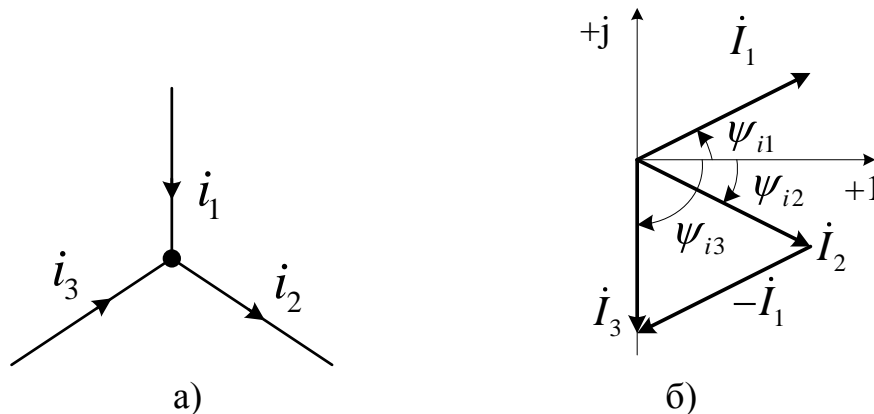

Рис. 2.3
**Пример 2.2.** Определить мгновенное, амплитудное и действующее значение тока  $i_3$  (рис. 2.3,а), если заданы  $I_{m1} = I_{m2} = 5\sqrt{2} \text{ A}$ ,  $\psi_{i1} = 30^\circ$ ,  $\psi_{i2} = -30^\circ$ . Построить векторную диаграмму токов.
На рис.2.3, б строим векторную диаграмму токов, задавшись масштабом  $M_i [\text{A/мм}]$ .